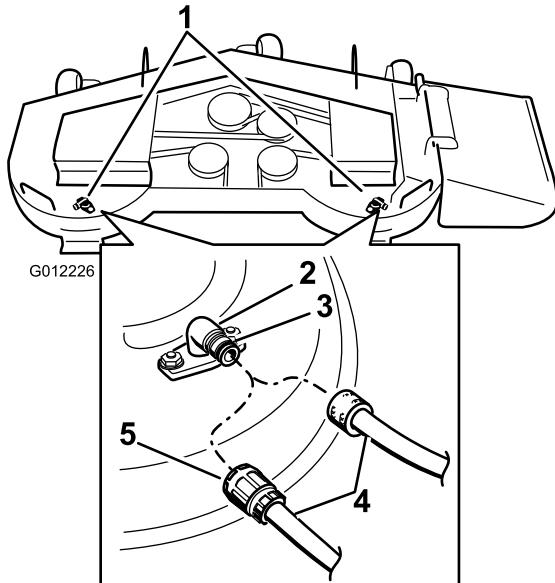

Figure 67
3. Branchez le raccord du flexible au raccord de lavage du carter du tablier de coupe et ouvrez l'eau en grand (Figure 67).